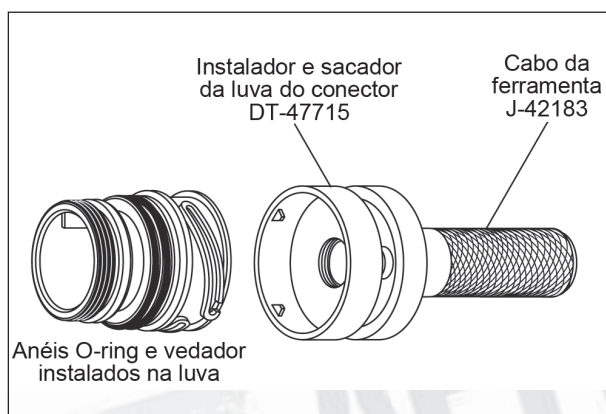

Figura 174
48. Existe uma ferramenta especial disponível para remover e instalar a luva do conector elétrico, conforme mostra a figura 174.